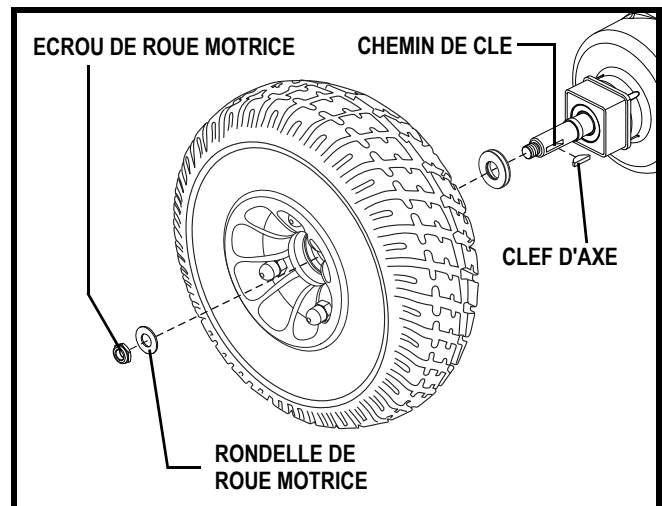

Figure 25. Enlèvement de la roue motrice
4. Retirez l'écrou et la rondelle de roue motrice sur l'essieu. **Voir la figure 25.**
5. Retirez la roue motrice de son essieu. **Voir la figure 25.**
9. Remettez la roue en place. Assurez-vous que la clé est bien ancrée dans la rayure de clé. **Voir la figure 25.**